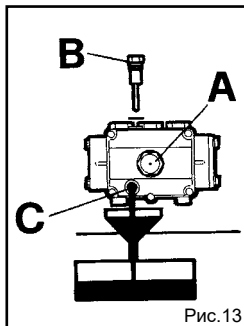

Рис.13
2. Открутите пробку с щупом (Рис. 13).